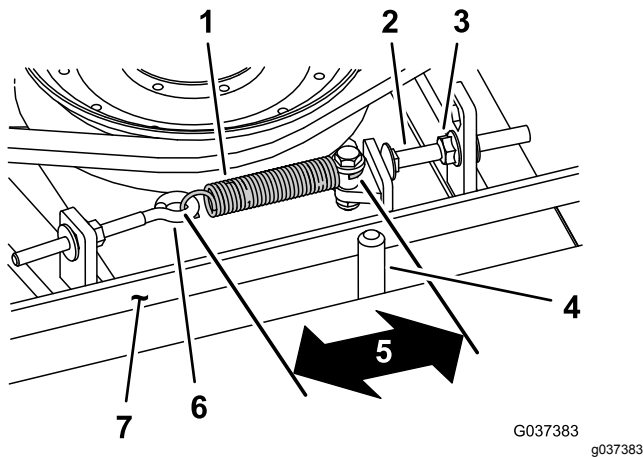

Figure 102
Lorsque le ressort d'extension est correctement tendu, l'intérieur doit mesurer (d'un crochet à l'autre) entre 8,3 et 9,5 cm. Lorsque le ressort est correctement tendu, ajustez le boulon de butée (boulon de carrosserie) jusqu'à obtention d'un jeu d'environ 2 à 5 mm entre la tête du boulon et le bras de tension (Figure 102).
Remarque: La courroie doit être placée du côté ressort du guide (Figure 102).
- Desserrez le boulon à œil (Figure 102).
- Desserrez l'écrou à embase qui fixe le boulon de butée à la patte de montage, et écartez la poulie de tension de la courroie (Figure 102).
9. Raccrochez le ressort d'extension (Figure 102) au boulon à œil et tendez la courroie comme suit :